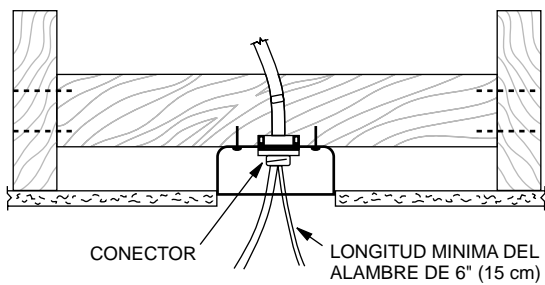

FIGURA 3
B. Coloque el cable eléctrico dentro de la caja y asegúrelo con un conector aprobado. Asegúrese que el cableado satisfice todos los códigos eléctricos locales y nacionales. Los alambres se deben extender por lo menos 6" (15 cm) fuera de la caja para hacer más fáciles las conexiones. Vea la Figura 3.